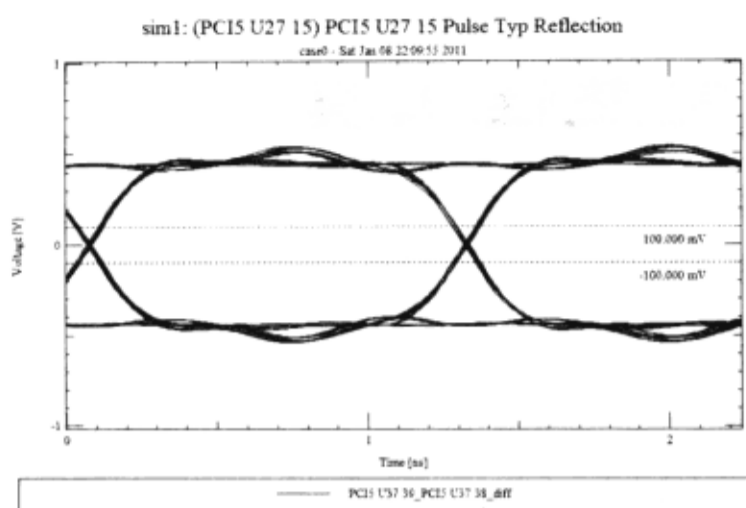

图 6-7-10 显示眼图
(15) 从“SigWave”窗口执行菜单命令“Graph”→“Eye Diagram Mode”，显示眼图，如图 6-7-10 所示。